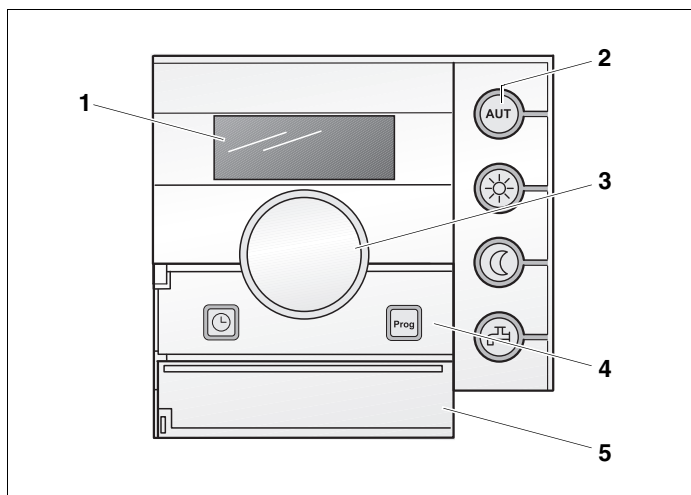

fig. 1 Elementos de comando do RC20
Teclas para funções básicas (fig. 1, item 2)
Teclas para funções alargadas (fig. 1, item 4)
Visor (fig. 1, item 1)
Díodos luminosos (fig. 1, item 2, página 6)
Tampa (fig. 1, item 5, página 6)